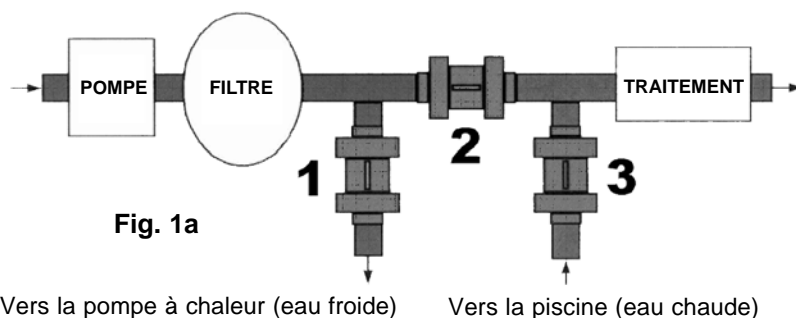

Fig. 1a
- Ouvrir les vannes n°1, n°2 et n°3 au maximum (Fig.1a).
- Si nécessaire, affiner le débit avec la vanne n°3 (Fig.1a)
Isoler la pompe à chaleur du circuit hydraulique de la piscine en fermant les vannes **n°1 et n°3 (fig. 1a)** et en ouvrant au maximum la vanne **n°2 (fig. 1a)**